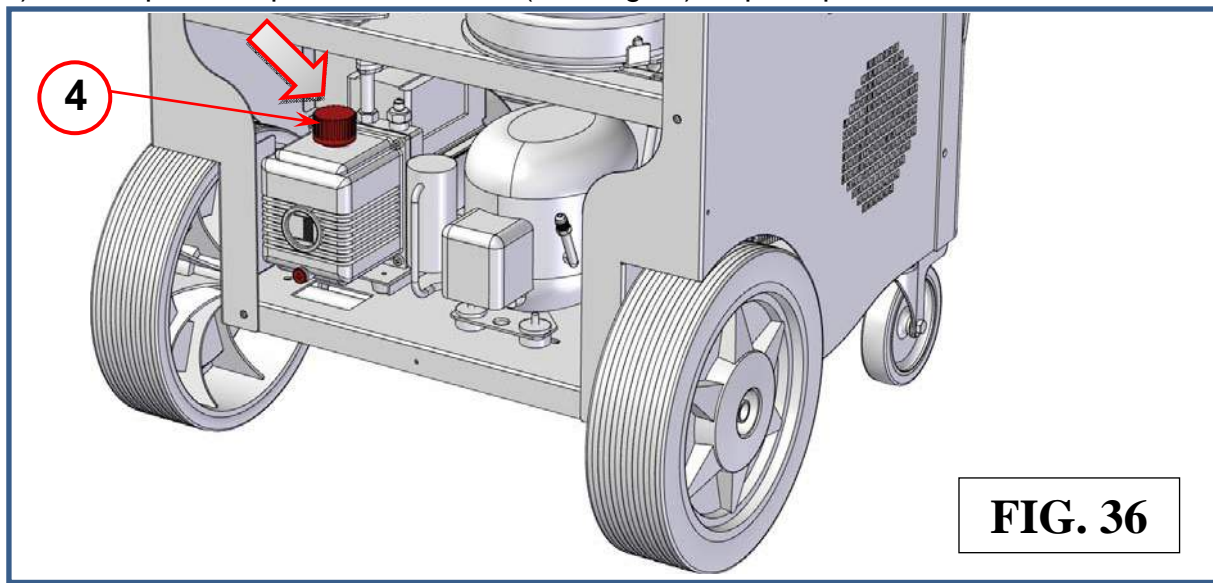

FIG. 36
10) Recoloque a tampa de enchimento (ref 4, fig.36) e aperte para baixo.